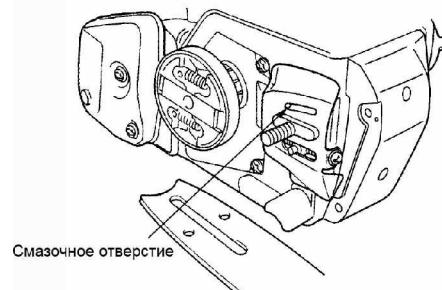

Рис. 17.
2. Система смазки цепи. См. Рис. 17.